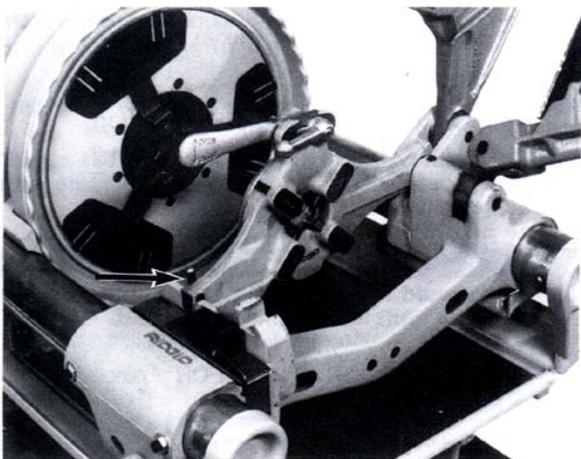

图 7—松开左螺纹板牙头上的闰锁
9. 松开 713 或 913 板牙头上的闰锁（图 7），将板牙头摇回到 **UP** 的位置。